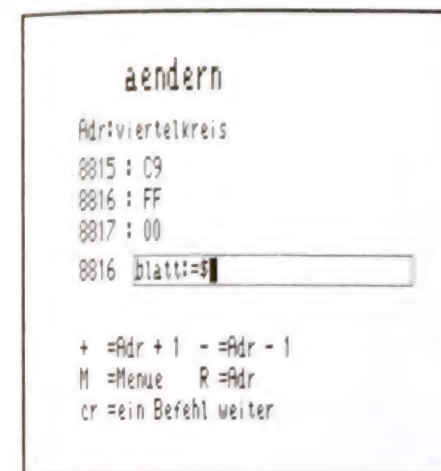

Bild 8. Der Name von Blatt wird vereinbart
3. Das alte Programm wird jetzt sichtbar. Nun muß man die Taste „CR“ so oft drücken, bis der letzte Befehl des schon geschriebenen Programms sichtbar wird, also der Befehl „C9“. Dann drücke man noch zweimal die Taste „CR“, bis der Befehl „C9“ ganz oben im Bild steht. Damit hat man einen Speicherplatz angewählt, der noch nicht durch ein Programm belegt ist. Dort kann man jetzt das neue Programm eingeben. Es beginnt mit der Definition des Namens, also mit „BLATT:=\$“ und sieht dann wie *Bild 8* aus. Danach drückt man die Taste „CR“ und die Eingabe verschwindet wieder, das Grundprogramm hat die Eingabe angenommen. Achtung! Am restlichen Bild ändert sich bei Namensdefinitionen nichts. (Das Zeichen „\$“ ist übrigens die Abkürzung für die links neben dem Ka-